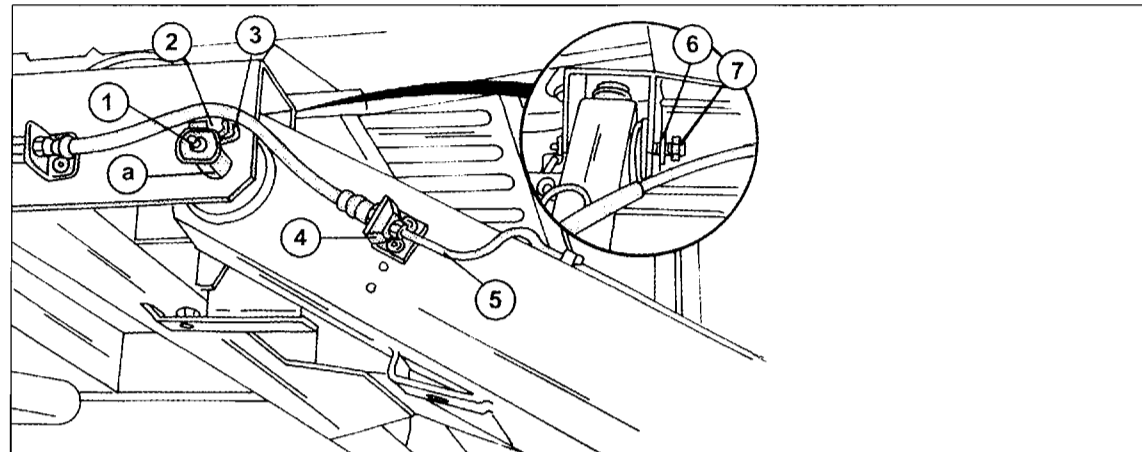

Bild 265
- Der weitere Ausbau erfolgt unter Bezug auf Bild 265. Die Überwurfmutter der Bremsleitung (5) lösen, die Federspannplatte (4) ausschlagen und Leitung und Bremsschlauch trennen. Am Lenkerarm die Schraube (2) und die Verdrehsperr (3) lösen. Auf der anderen Seite die Mutter (7) entfernen und die Scheibe (6) abnehmen. Den Lagerbolzen (1) ausschlagen. Dieser hat an der Unterseite eine Fläche (mit „a“ bezeichnet), welche beim Einbau wieder in der gezeigten